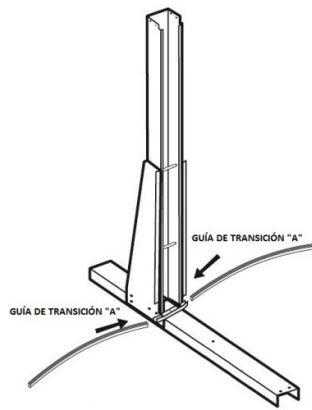

Abb. 12.
Anschließend erfolgt der Einsatz der Übergangsführung „B“, die dem von Ihnen erworbenen Schwimmbeckenmodell an beiden Seiten des ersten Moduls (berücksichtigen Sie, dass das ovale Modell 550x366 mit KEINEN Übergangsführungen „B“ ausgestattet ist) entspricht (siehe dazu Tabelle Übergangsführung). Die Übergangsführung muss sich im Laufschieneanschluss (6), Abb. 12., befinden.